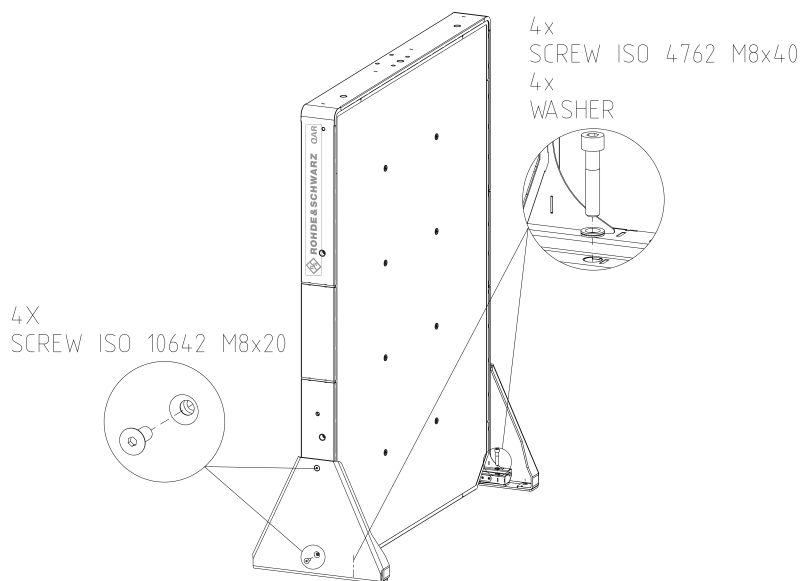

図 4-2: 支持体の設置を含む R&S QAR の設置
2. R&S QAR の各側で 2 個のソケット・ヘッド・ネジ (ISO 10642 M8x20、六角棒レンチサイズ 5) を使用して、2 つの支持体を R&S QAR の側面にネジ止めします (図 4-2 を参照)。
3. R&S QAR の各側でソケット・ヘッド・ネジ (ISO 4762 M8x40、六角棒レンチサイズ 6) を使用して、2 つの支持体を R&S QAR にネジ止めします (図 4-2 を参照)。